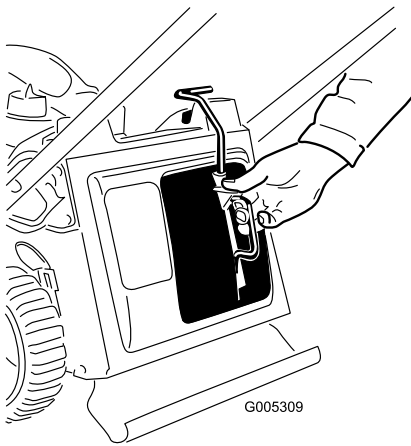
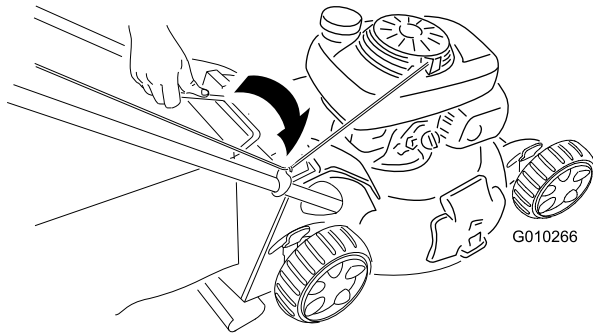

Bild 20
Bild 21
1. Bringen Sie den Recycler-Verschluss (Bild 20) oder den Fangkorb (Bild 21) am Rasenmäher an.